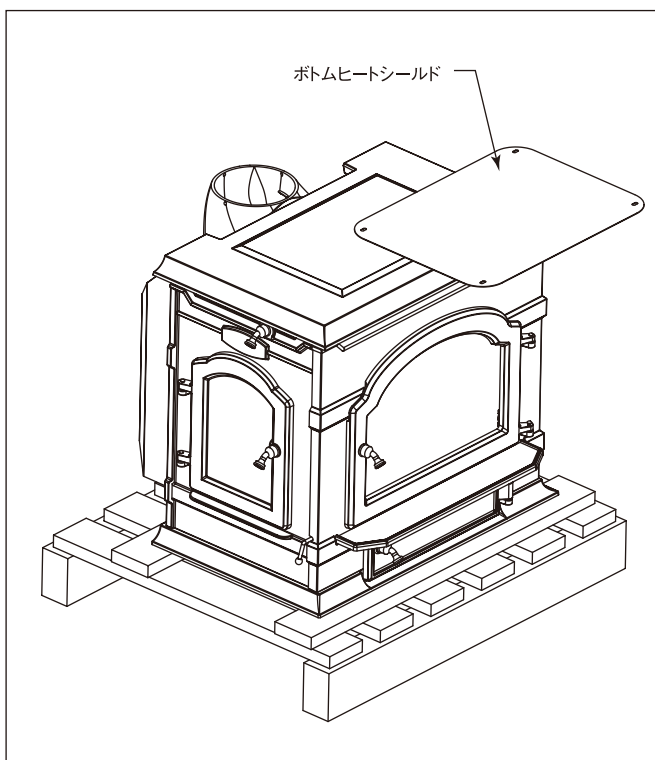

図2 ストーブとパレットを固定しているバンドを切り、ボトム・ヒートシールドを取り除いてください。
- 1) ストーブをパレットに固定しているバンドを切り、ストーブの天板に置かれているボトム・ヒートシールドを取り外してください。(図2)